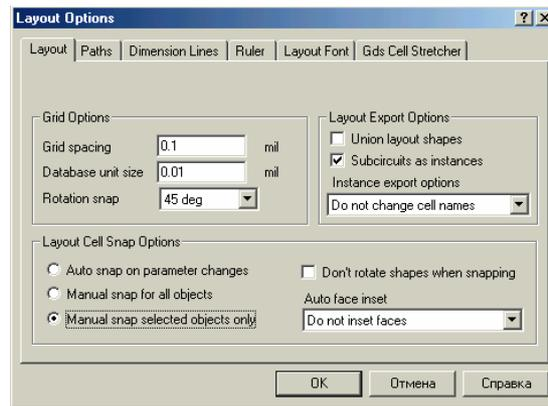

Рис. 4.23. Установка опций топологии для интерактивного объединения форм
1. Выберите **Option > Layout Options**. Появляется окно Layout Options (рис. 4.23).